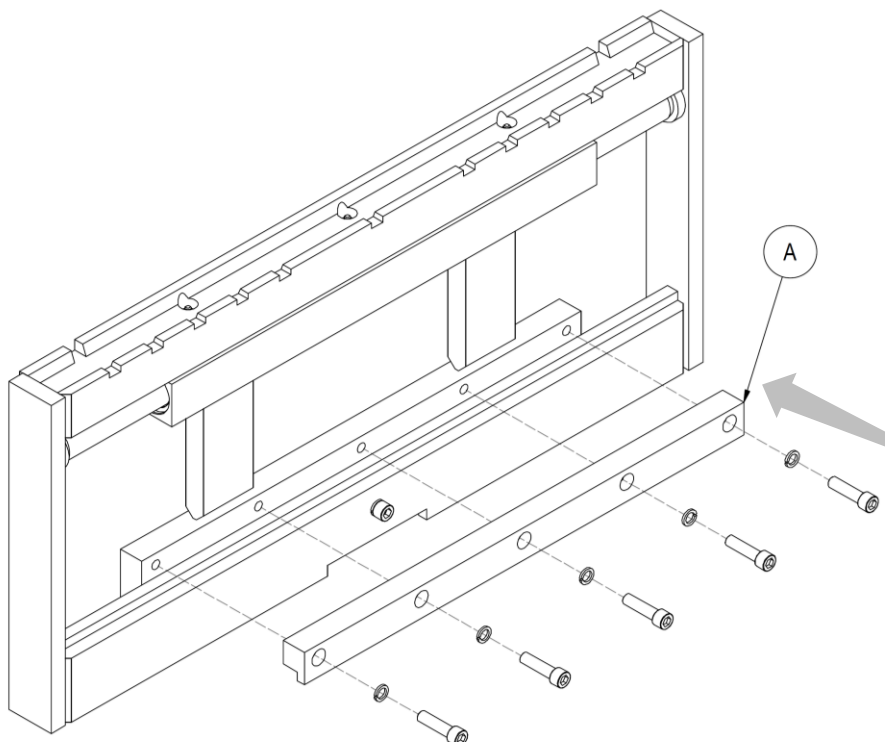

Abbildung 6
11. Bringen Sie den unteren Haken **A** wieder in die ursprüngliche Position und ziehen Sie die entsprechenden Befestigungsschrauben wieder an (siehe *Abbildung 6*).